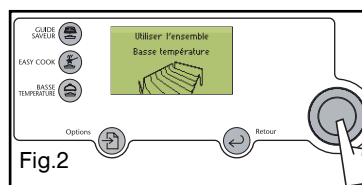

Fig.2
- l'ensemble casserolierie basse température sera préconisé selon la cuisson : (fig 2).